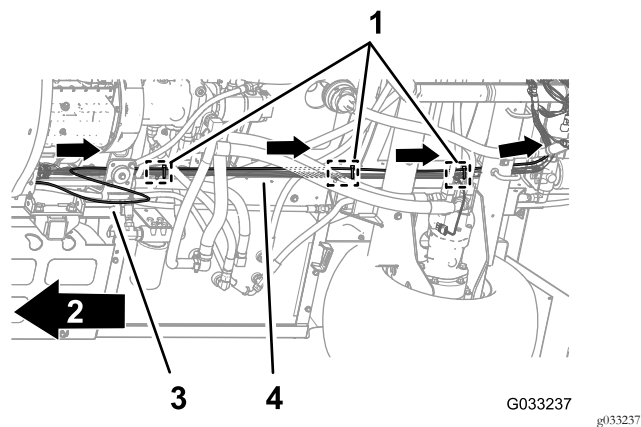

Bild 111
1. Verlegen Sie den Druckmessschlauch für das Messgerät am Armaturenbrett entlang des hinteren Maschinenkabelbaums (Bild 111).
2. Befestigen Sie den Druckmessschlauch mit drei Kabelbinden neben den drei Eindrückbefestigungen an den Chassisankerpunkten für den hinteren Kabelbaum am hinteren Kabelbaum (Bild 111).